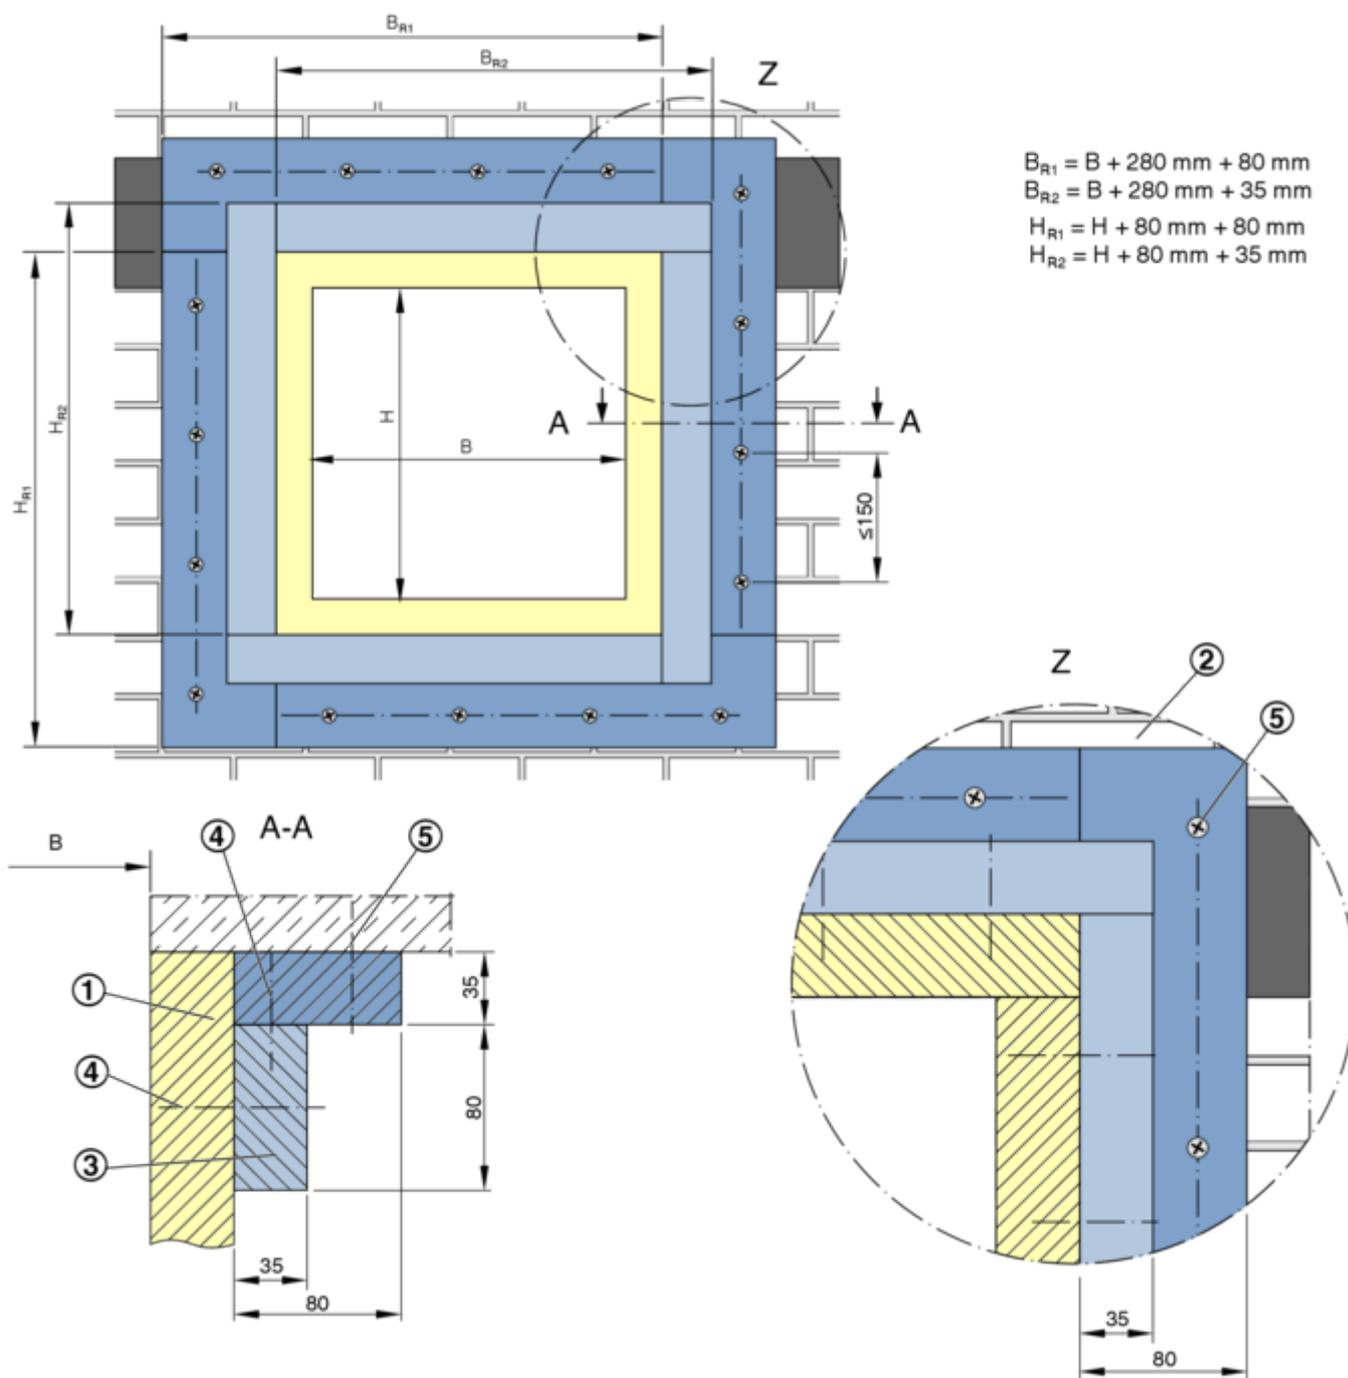

Fig. 26 : Détail du profilé en V
- 3 Profilé en V (sur site) ↪ Fig. 26
| <p>1 EK-JZ         2 Mur         3 Profilé en V en panneau ignifuge PROMATECT®-LS d = 35 mm ou équivalent, collé entre eux au niveau des joints et au cadre du volet, par exemple avec du K84 ou un matériau équivalent         4 Attache en fil d'acier <math>\leq 63/11,2/1,5</math> mm, ou vis pour cloisons sèches 4 × 70 mm (sur site)</p> | <p>5 Raccordement par vis avec ancrage métallique homologuée <math>\varnothing 6</math> ou 8 mm (sur site), espacement des vis <math>\leq 150</math> mm, voir aussi Fig. 26         6 Renfort du profilé en V inférieur         7 Colle, Promat K48 ou équivalent</p> |